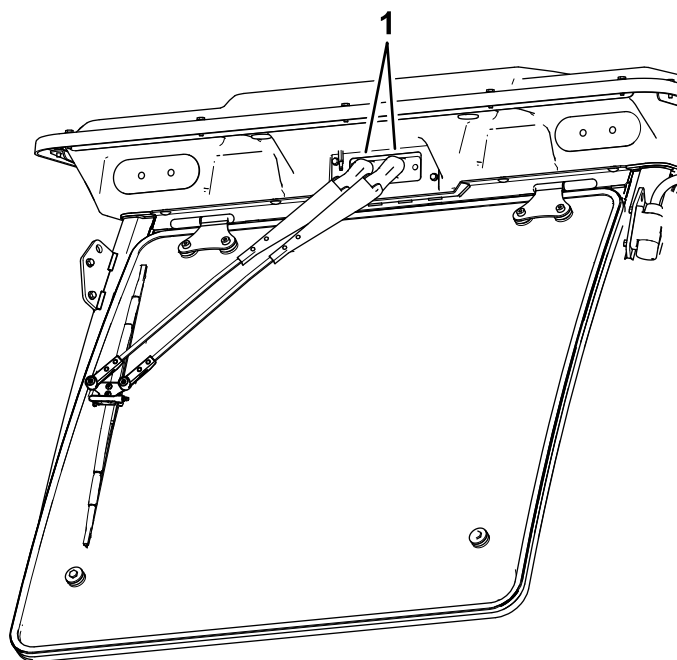

Figure 83
1. Ouvrez les capuchons sur les bras d'essuie-glace (Figure 83).